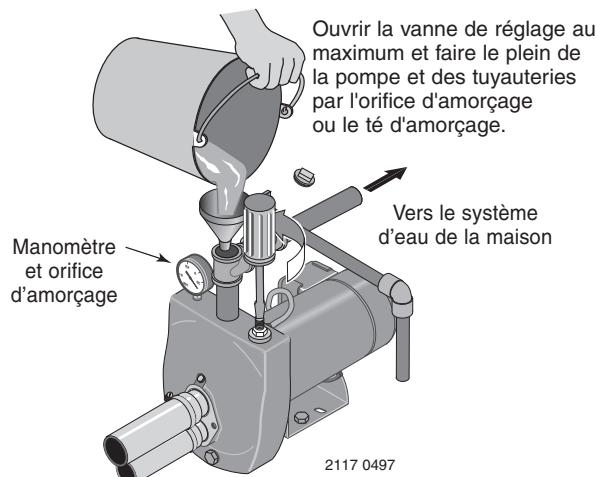

Figure 12 : Remplissage de la pompe
- Ouvrir au maximum la vanne de réglage (voir la Figure 12), déposer le bouchon d'amorçage de la pompe, puis faire le plein de la pompe, de toutes les tuyauteries entre la pompe et le puits et s'assurer que toutes les tuyauteries du puits sont pleines d'eau. Si un té d'amorçage a été posé sur le tuyau d'aspiration, déposer le bouchon du té et faire le plein de la tuyauterie d'aspiration.